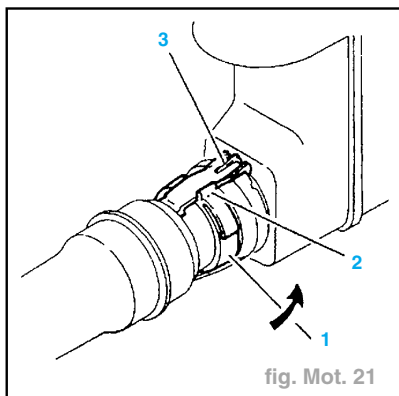

fig. Mot. 21
- Tourner la bague (1) d'un demi-tour dans le sens inverse des aiguilles d'une montre jusqu'à amener la butée (2) contre la languette (3) (fig. Mot. 21).
- Enfoncer le raccord pour libérer les languettes (3).